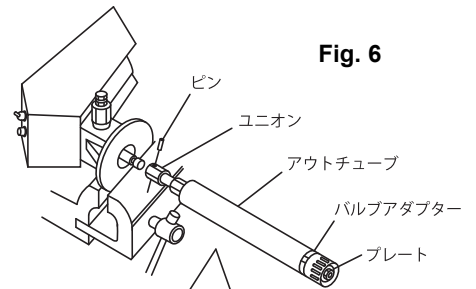

Fig. 6
- 5) バルブアダプターにスパナをかけねじ戻しますと、サクシオンチューブも一緒に回り、上ポンプより外れます。この状態でプレートに当たるまで引っ張りますと、上ポンプと接続しているユニオンが現れますので、ピンを抜きユニオンのネジを戻しますと下ポンプが分離できます。(Fig. 6)